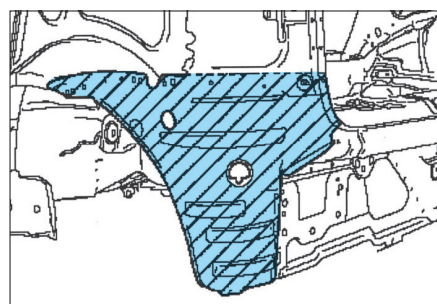

FIG. 62
- Déposer par perçage l'extension inf. d'aile (Fig.62).